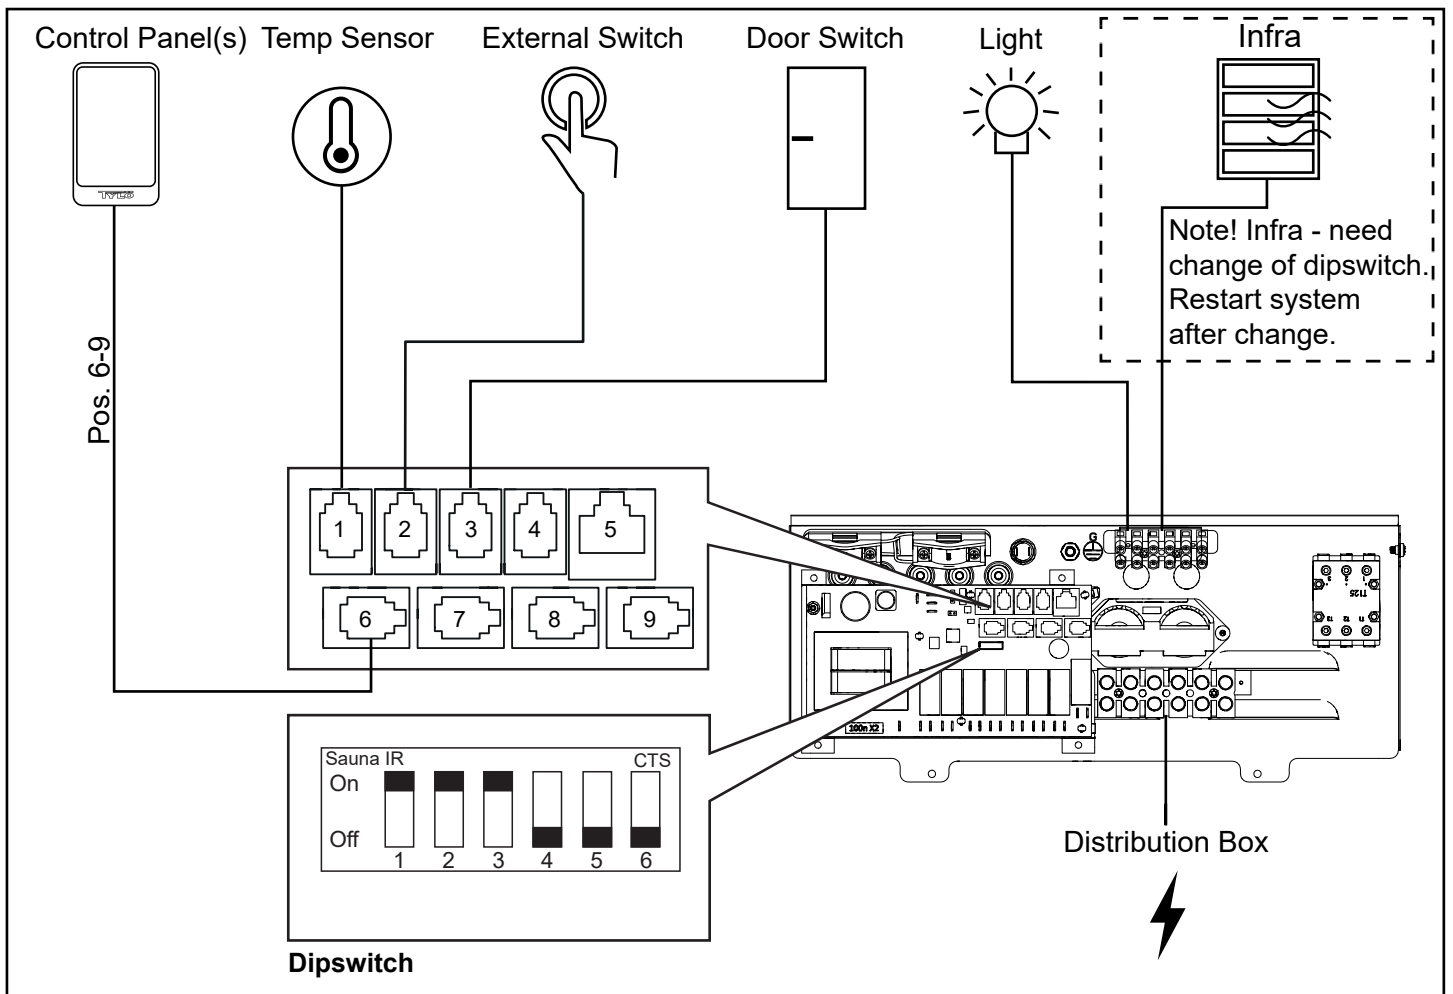

Afbeelding 17: Bedradingsschema
3. Sluit de elektriciteitskabel (zie afbeelding 9) volgens het bedradingsschema (zie afbeelding 17).
6. Sluit de lichtkabel (indien van toepassing), zie afbeelding 9 volgens het bedradingsschema in afbeelding 17.
Neem contact op met de klantenservice van Tylö voordat u de kachel aansluit op voltages of aantal fasen die niet in het bedradingsschema in afbeelding 17 worden vermeld.